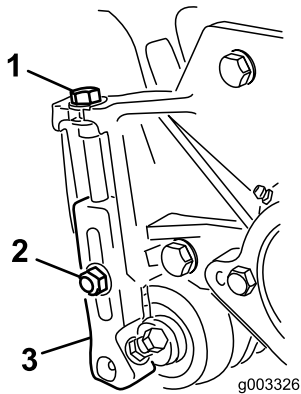

图18
- 1. 松开将剪草高度臂固定到滚刀组侧板上的锁紧螺母 (图18)。